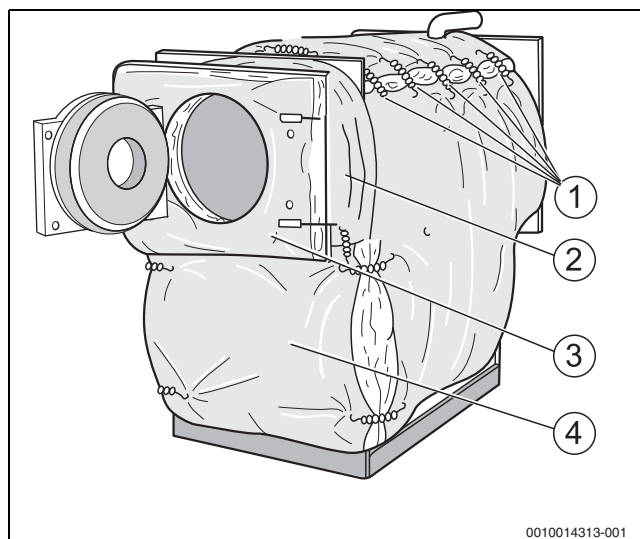

Bild 10 Wärmeschutz anbringen und befestigen
- ▶ Wärmeschutzmatte oben überlappend um den Kesselkörper legen und oben mit 5 Spannfedern [1] sichern (→ Bild 10, Seite 19).
- ▶ Einschnitt für Wassermangelsicherung mit 2 Spannfedern [1] verschließen (→ Bild 10, Seite 19).
- ▶ Vorderen Wärmeschutz unten [4] an die Kesselkörpervorderwand anlegen und jeweils mit 2 Spannfedern [1] rechts und links an der umlaufenden Wärmeschutzmatte befestigen (→ Bild 10, Seite 19).
- ▶ Wärmeschutzstreifen [2] oben um den Kesselkörper ring legen und mit 2 Spannfedern [1] rechts und links am vorderen Wärmeschutz unten befestigen (→ Bild 10, Seite 19).